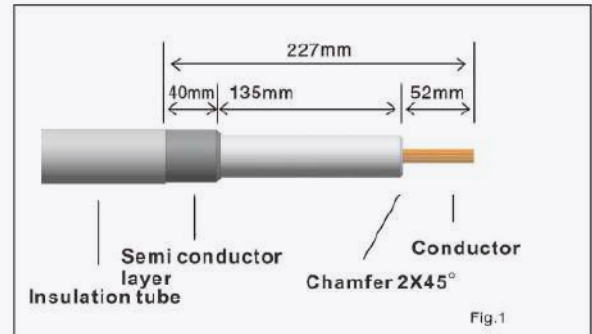

Fig.1
a. Proceso del Cable, Instalar el Adaptador y el Conector de Crimpado (Fig. 1)
De acuerdo con el tamaño (fig. 1), corte el apantallamiento de cobre alrededor del tubo aislante, corte la capa semiconductora unos 167 mm, corte la capa aislante principal según la profundidad del terminal de crimpado (normalmente 50 + 2 mm). No raye la capa aislante principal al cortar el cable; si se raya, debe usar un paño abrasivo para alisarla. Realice una transición suave con un cuchillo para hacer un chaflán de 3 mm en el extremo del semiconductor. Haga un chaflán de 2x45° en la parte superior de la capa aislante principal y marque el color de la fase en el tubo termorretráctil.